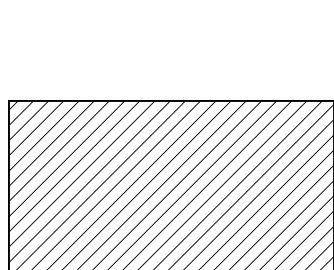

图 8-25 金属剖面线填充示例
下面以图 8-25 为例填充金属剖面线，操作步骤如下。
- 4) 命令执行后，系统完成图案填充，如图 8-25 所示。